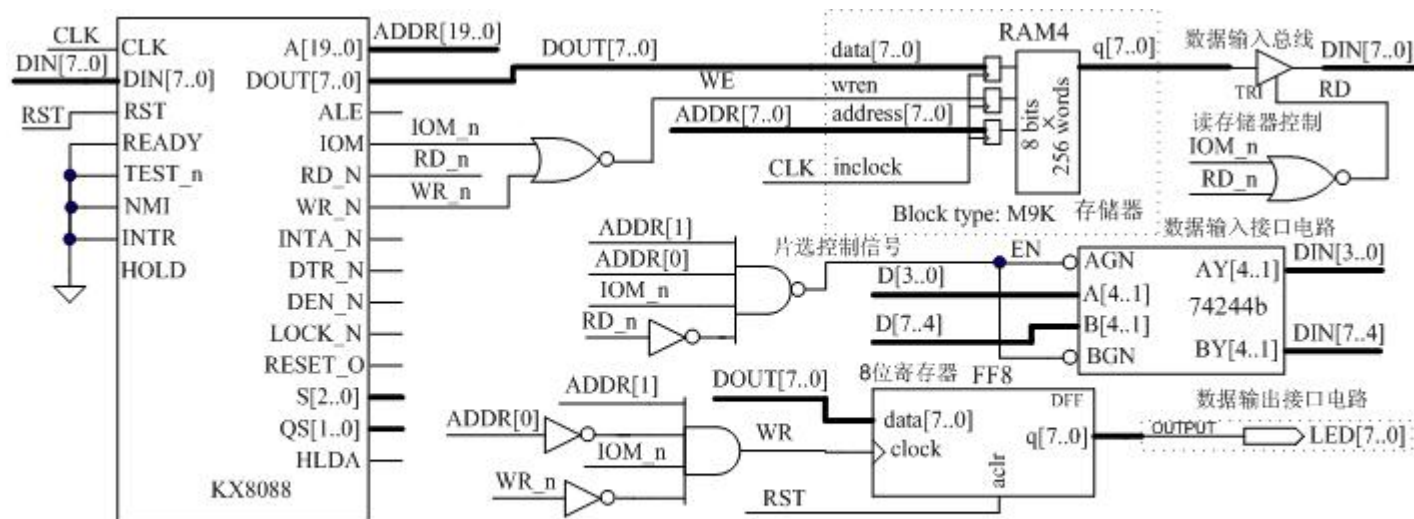
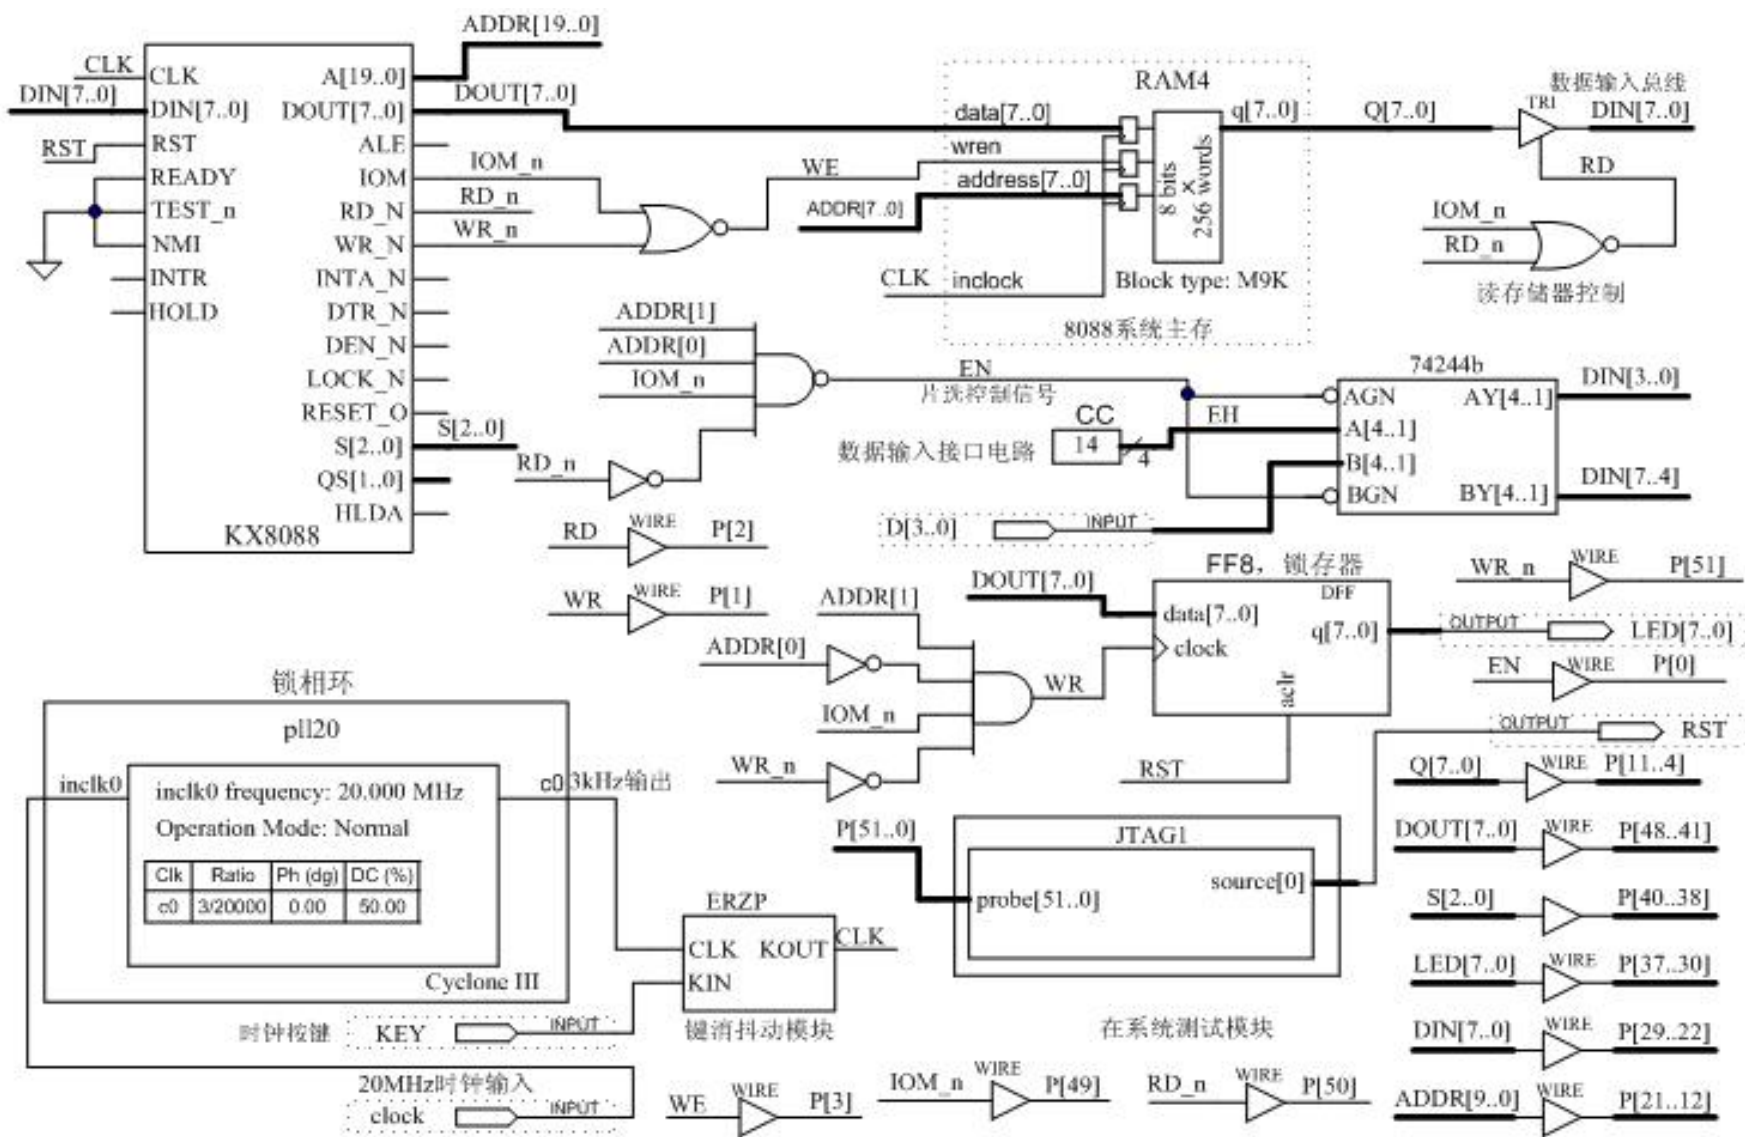

图 6-17 含简单输入输出接口电路的 SOC 微机系统电路
图 6-21 在图 6-17 电路中加入锁相环和 In-System Sources and Probes 测试模块
③ 与需要测试的电路系统连接好。
④ 图6-21的设计(路径:
PU)**与图6-17电路相比,图6-21所示电路中,除了增加了
⑤ 完成图6-21的全部编辑设计后要进行一次全程编译。